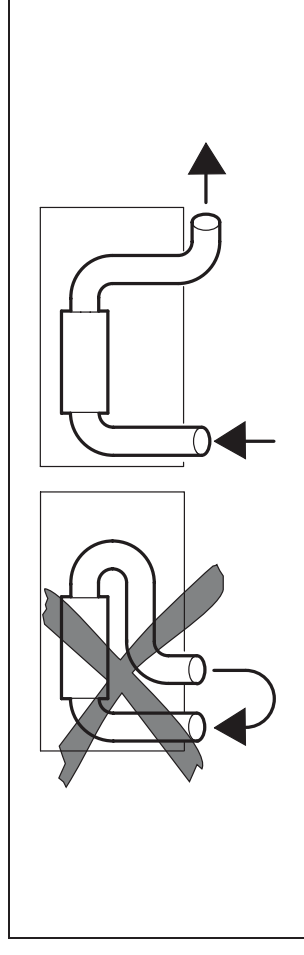

Fig. 21: Éviter les courts-circuits
- aucun court-circuit d'air entre l'entrée et la sortie de l'air de l'appareil de chauffage (voir Fig. 21) ;